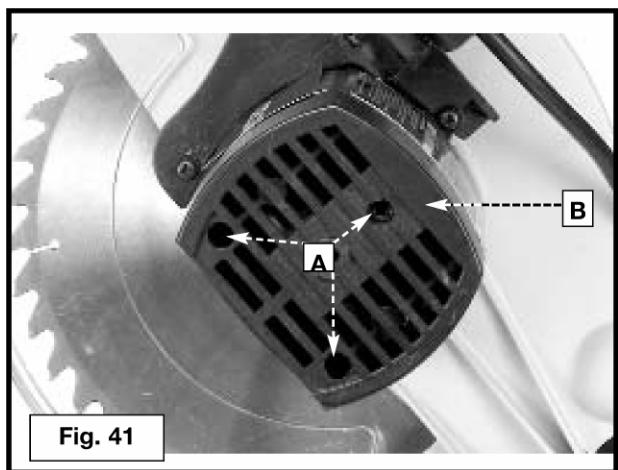

Fig. 41
1. Remova os parafusos (A) Fig. 41 e remova a capa do motor (B).